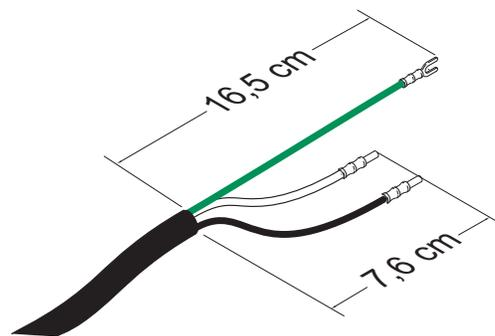

FIG. 8 : Cordon d'alimentation
- Ajoutez au besoin des embouts de fil. Voir la FIG. 8.